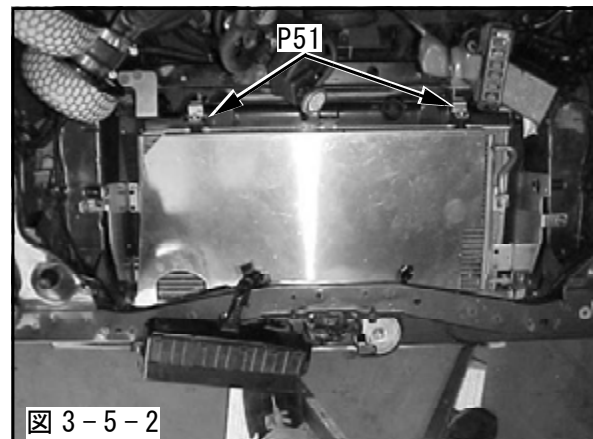

図 3-5-2
(2) 電動ファンスターNo.1, No.2とラジエータをラバーマウントに共締めしてください。(図3-5-2)